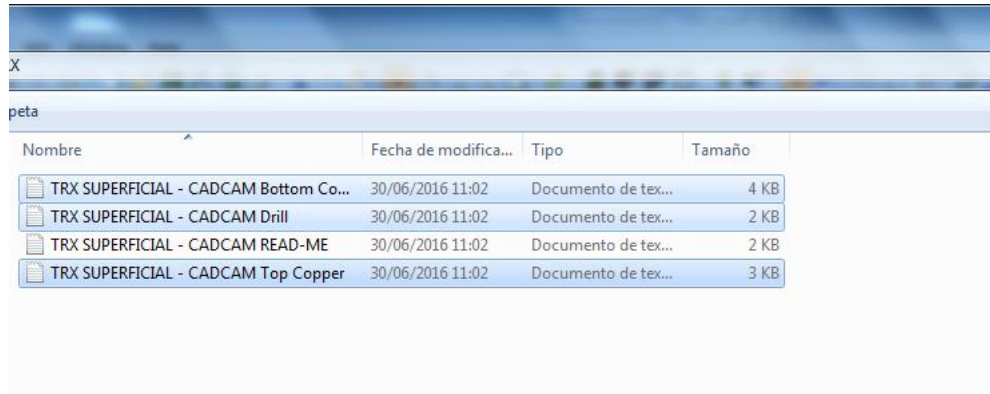

Figura 70. Importación de Gerber.
5. Seleccione los Gerber de perforación, de las pistas de capa superior y pistas de capa inferior (Drill, Top Copper y Bottom Copper respectivamente) como se muestra en la figura 70.